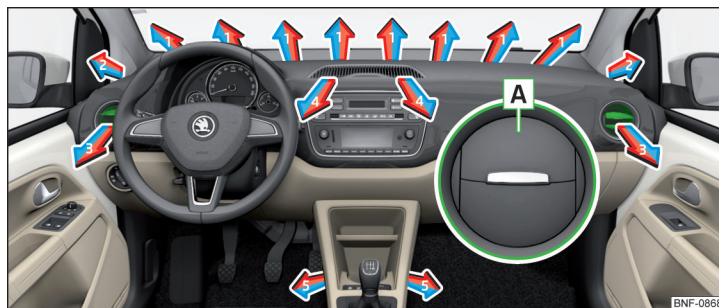

Fig. 91 Bocchette di ventilazione
Le bocchette di ventilazione **3** » fig. 91 consentono di modificare la direzione del flusso dell'aria e possono essere aperte e chiuse singolarmente.
- Per l'**apertura** premere sul bordo esterno della lamella nell'area » fig. 91.
Regolazione della direzione del flusso dell'aria	Bocchette di ventilazione » fig. 91